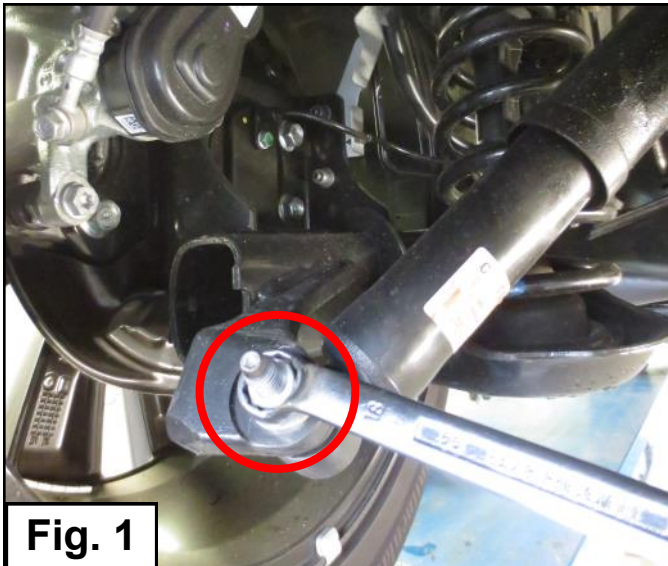

Fig. 1
1. Lösen Sie den Stoßdämpferbolzen am unteren Ende. *Siehe Abbildung 1.*